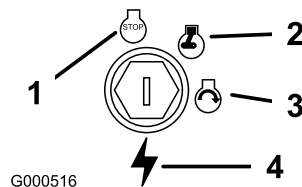

Figura 9
3. Girate la chiave di accensione in posizione Off (Figura 9).